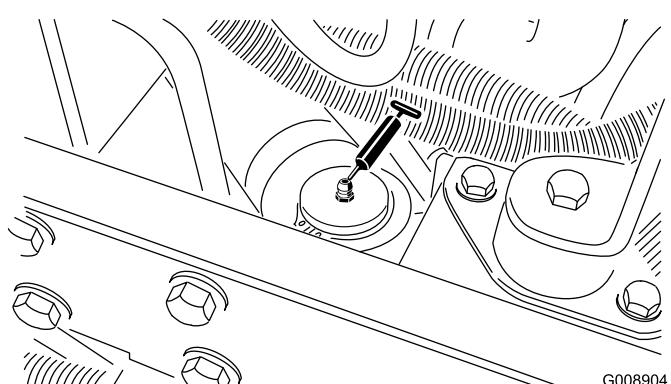

Figura 40
- Cilindro di sterzo (Figura 40)